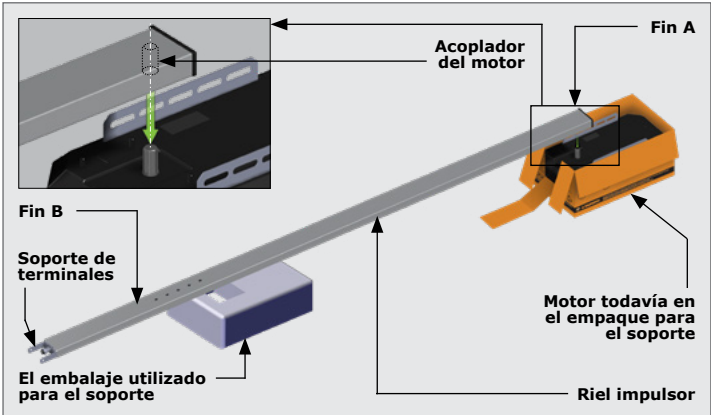

FIGURA 7
1. Oriente el riel de accionamiento como se muestra en la Figura 7, y coloque el "Extremo A" sobre el acoplamiento del motor **SDO5 SMART+** que se encuentra en el motor.